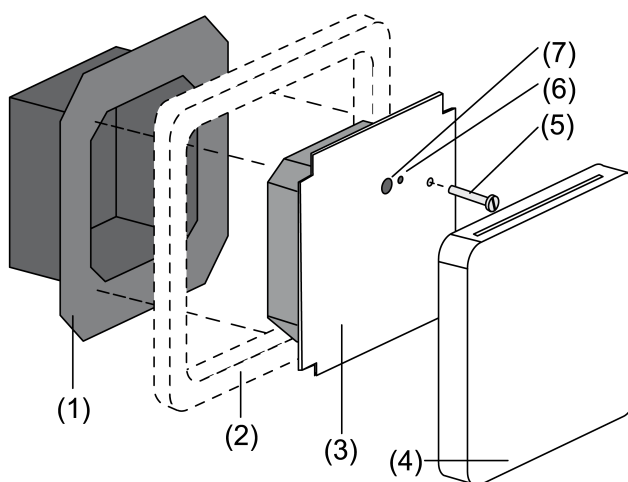
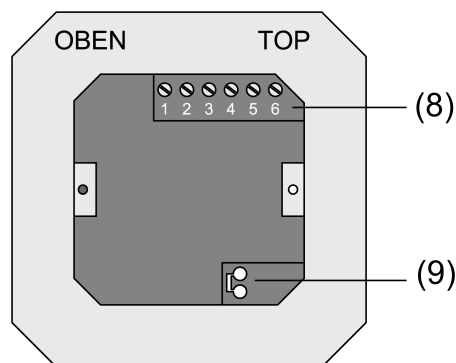
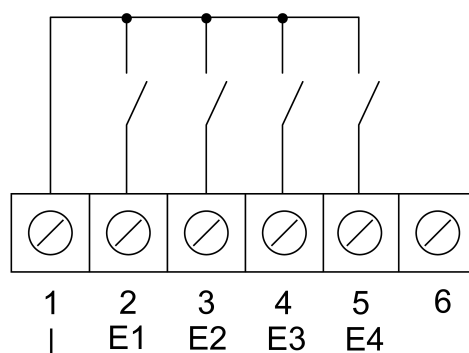
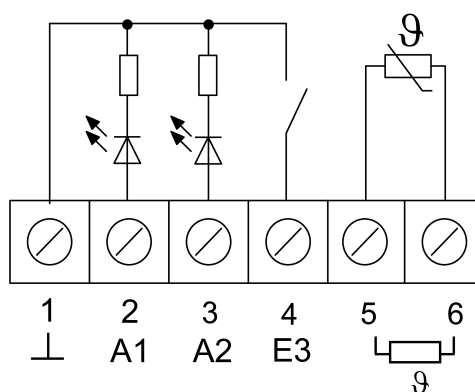

Figura 1
Figura 2
Figura 3
Figura 4
- Separar el mecanismo de bornes (1) del módulo electrónico (3) (véase figura 1).
- Conectar la línea de bus al borne de conexión (9) del mecanismo de bornes (véase figura 2).
- Entradas binarias **E1...E4**: conectar los contactos de cierre o los contactos normalmente cerrados como interruptores o pulsadores a los bornes 1 y 2...5 (véase figura 3) de la regleta de bornes (8) (véase figura 2).
- Salidas binarias **A1...A2**: conectar los LED o los relés electrónicos a los bornes 1 y 2, 3 (véase figura 4) de la regleta de bornes (8) (véase figura 2).
- Conectar el sensor externo de temperatura a los bornes 5 y 6 (véase figura 4) de la regleta de bornes (8) (véase figura 2).
- Insertar el mecanismo de bornes (1) (véase figura 1) en la caja para mecanismos empotrada. Observar que la inscripción **OBEN / TOP** quede arriba. La conexión de bus (9) (véase figura 2) debe quedar abajo a la derecha.
- Colocar la cubierta (2) sobre el mecanismo de bornes (1) (véase figura 1).
- Colocar el módulo electrónico en la posición correcta en el mecanismo de bornes (véase figura 1).
- Quitar la tapa (4) (véase figura 1).
- Fijar el módulo electrónico con el tornillo de seguridad (5) (véase figura 1).
- Volver a colocar la tapa (4) (véase figura 1).
- Pulsar la tecla de programación (7) (véase figura 1).
El LED de programación (6) se ilumina (véase figura 1).
El LED de programación (6) se apaga (véase figura 1).